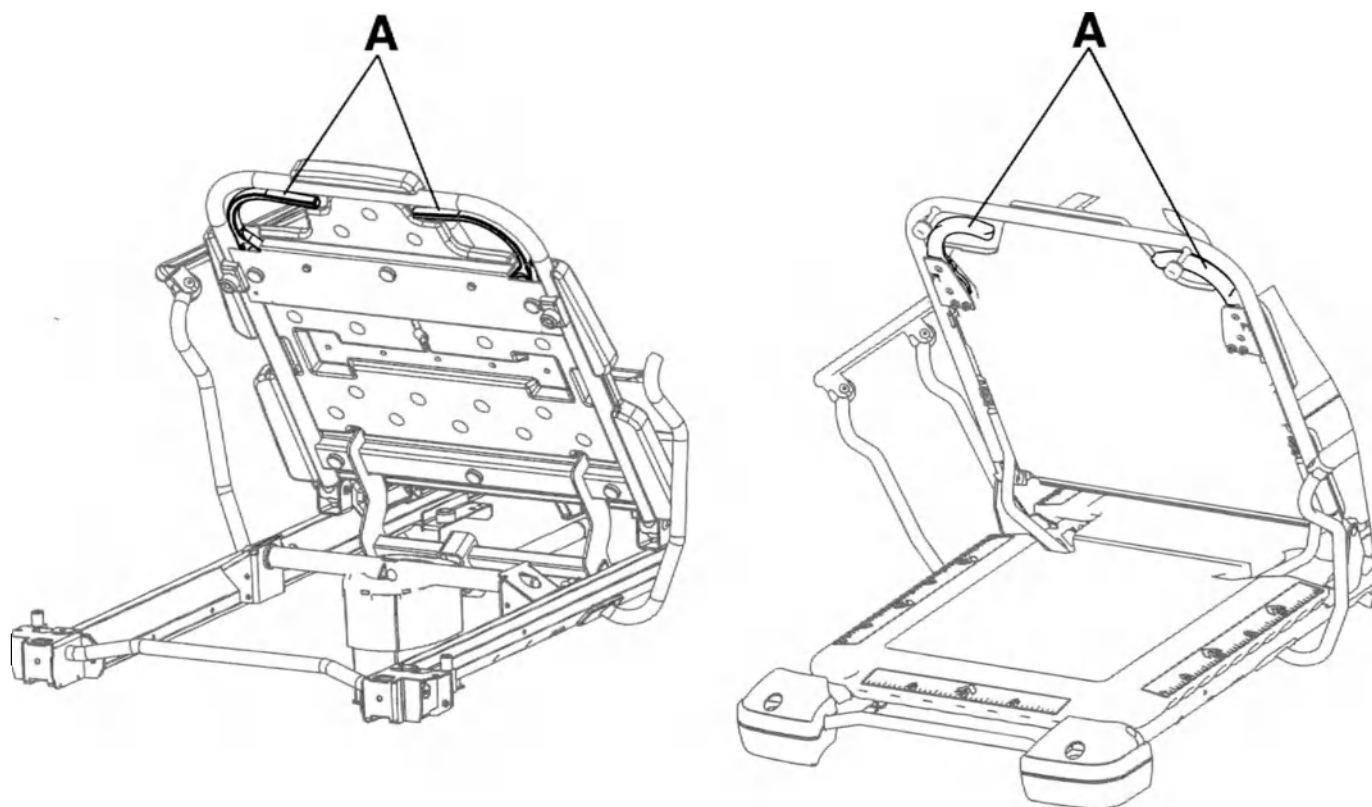

Рисунок 15 – Подъем или опускание спинки в положение Фаулера (Prime/Prime X)
Чтобы поднять спинку для положения Фаулера, сожмите одну или оба рычага освобождения спинки для положения Фаулера (A) и потяните спинку для положения Фаулера вверх так, чтобы она приняла требуемое положение (от 0° до 90°) (Рисунок 15).
Чтобы опустить спинку для положения Фаулера, сожмите одну или оба рычага освобождения спинки для положения Фаулера (A) и нажмите на спинку для положения Фаулера вниз так, чтобы она приняла требуемое положение (от 90° до 0°) (Рисунок 15).